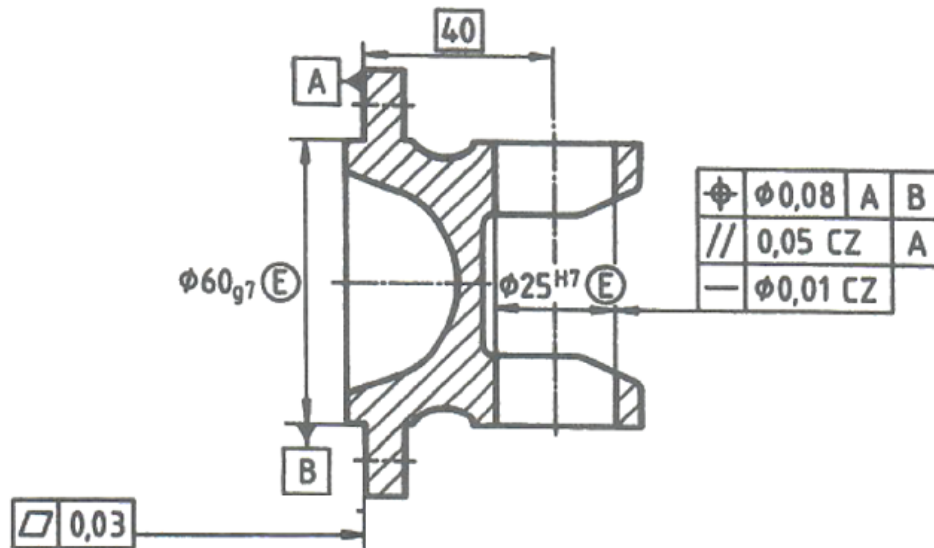

Abbildung 2: System mit Form- und Lagetoleranzen
5.1 In der Abbildung 2 ist ein Bauteil mit Form- und Lagetoleranzen toleriert. Beschreiben Sie die angetragenen Toleranzen in vollständigen Sätzen.
*Beispiel (nicht bezogen auf Abb. 2): Die Grundfläche ist als Bezugsэлеment A gekennzeichnet. Die Seitenfläche mit dem Maß 45 mm soll eine Rechtwinkligkeit von 0,03 mm zum Bezugsэлеment A aufweisen.*